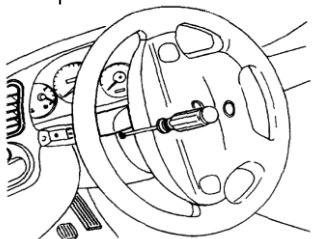

Рис. 1
- 3) Открутите два шурупа на рулевой колонки, поворачивая руль в нужное направление и снять верхнюю крышку (рис. 1). Если у вас Lanos с регулировкой высоты положения руля (Lanos SX), то опустите рулевую колонку в нижнее положение и тогда верхняя крышка снятию торпеды мешать не будет.